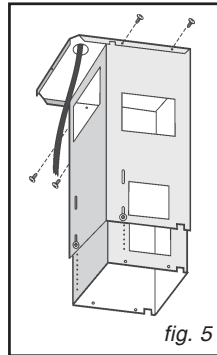
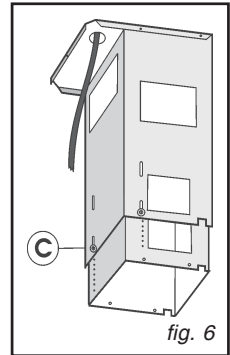
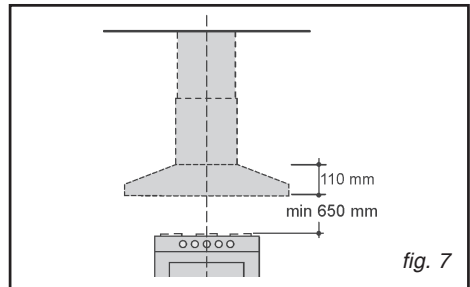

fig. 5
fig. 6
fig. 7
- Teleskopstruktur mit Hilfe der 4 mitgelieferten Schrauben am Bügel befestigen, wobei der Abluftschlauch durch das Innere der Teleskopstruktur und das Netzkabel durch das entsprechende Loch des Bügels geführt werden muss (Abb. 5). Höhe der Teleskopstruktur mit Hilfe der vier Befestigungsschrauben C regulieren (Abb. 6). Hierbei ist zu beachten, dass die Höhe der Haube 110 mm beträgt und der Abstand der Haube von der Kochfläche mindestens 650 mm betragen muss (Abb. 7).
- Teleskopstruktur mit den 4 mitgelieferten Schrauben am Bügel befestigen und dabei die Stromversorgung durch das entsprechende Loch des Bügels hindurchführen (Abb.5). Höhe der Teleskopstruktur mit Hilfe der vier Befestigungsschrauben C regulieren (Abb. 6) wobei zu beachten ist, dass die Höhe der Haube 110 mm beträgt und der Abstand der Haube von der Kochfläche mindestens 650 mm (Abb.7) betragen muss.